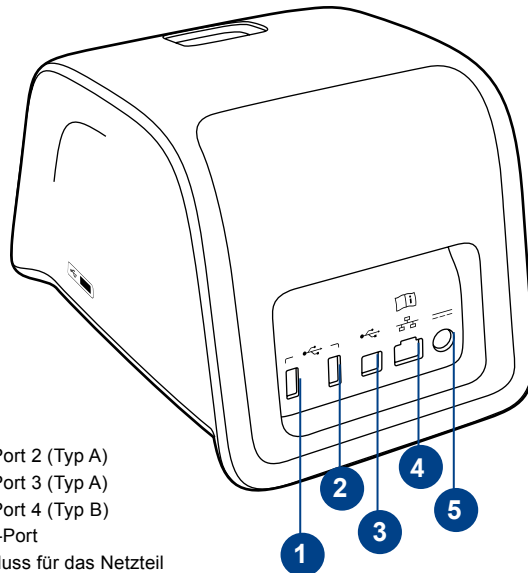
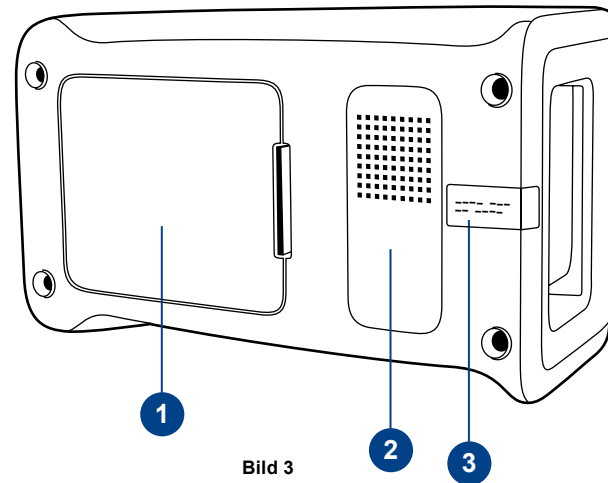

Bild 2
Bild 3
- Öffnen Sie die Abdeckung des Instruments nicht durch Lösen von Schrauben. Bei Beschädigung des Garantiesiegels erlischt die Garantie auf das Instrument (siehe **Bild 3**).
Die Komponenten des QuikRead go Instrument werden in **Bild 1** (Gerät von oben), **Bild 2** (Gerät von hinten) und **Bild 3** (Gerät von unten) gezeigt.